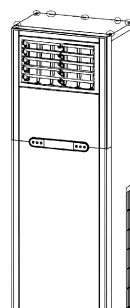

图 5-26 顶盖的拆卸
5) 顶盖与外箱盖板的拆卸。拧下固定顶部的螺钉，即可卸下顶盖。顶盖的拆卸如图 5-26 所示。